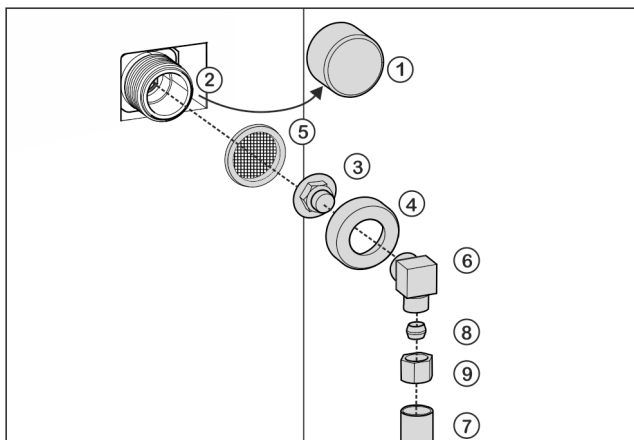

Fig. 14
- Enlever le bouchon Fig. 14 (1) de l'électrovanne Fig. 14 (2).
- Insérer la pièce de raccordement Fig. 14 (3) dans l'écrou-raccord Fig. 14 (4).
- Insérer le filtre Fig. 14 (5) avec la cavité dirigée vers le bas en direction de la pièce de raccordement Fig. 14 (3).
- Visser l'écrou-raccord Fig. 14 (4) à la main sur le filetage de l'électrovanne Fig. 14 (2) jusqu'à ce qu'il soit bien positionné.
- Visser le coude Fig. 14 (6).
- Raccorder la conduite d'eau Fig. 14 (7) (par ex. conduite en cuivre de 1/4" OD) au coude Fig. 14 (6) à l'aide de la bague de serrage Fig. 14 (8) et de l'écrou Fig. 14 (9).
- Si nécessaire : Fixer la conduite d'eau Fig. 14 (7) sur le boîtier à l'aide de l'étrier d'arrêt.
- Mettre le coude Fig. 14 (6) de côté.
- Raccorder la conduite d'eau Fig. 14 (7) (par ex. conduite en cuivre 1/4" OD) à la pièce de raccordement Fig. 14 (3) avec une bague de serrage Fig. 14 (8) et un écrou Fig. 14 (9).